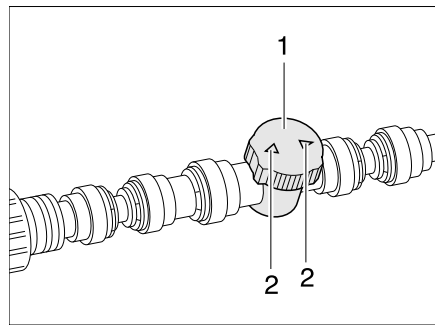

Bild 119 Regler Fußbodenerwärmung/
- Den Regler (Bild 119,1) auf die gewünschte Durchflussleistung stellen (max. Durchfluss = Pfeile (Bild 119,2) in Leitungsrichtung).
- Den Regler (Bild 119,1) so drehen, dass die Pfeile (Bild 119,2) quer zur Heizleitung stehen.